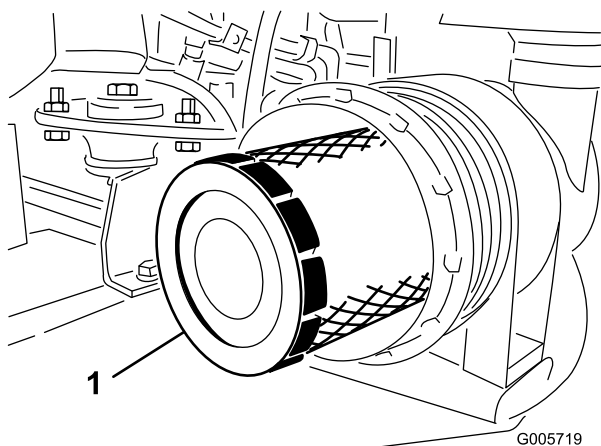

Figura 45
3. Retire e substitua o filtro primário (Figura 45). Não se recomenda a limpeza do elemento usado devido a possibilidade de danos no meio do filtro. Inspeccione o filtro novo para ver se sofreu danos durante o transporte, verificando a extremidade vedante do filtro e o corpo. Não utilize um elemento danificado. Insira um filtro novo aplicando pressão no anel exterior do elemento para o assentar no recipiente. Não pressione no centro flexível do filtro.